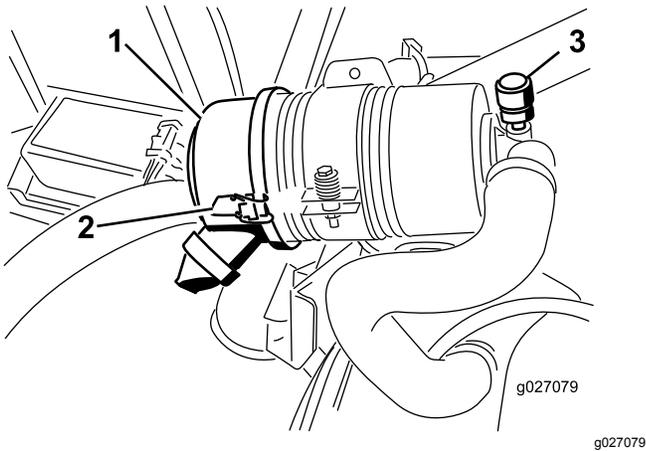

图52
仅在维护指示器要求时才维护空气滤清器滤芯图52。如果是在必须更换之前才更换空气滤清器只会增加灰尘在滤清器拆下时进入发动机的几率。
2. 松开将空气滤清器盖固定到空气滤清器壳体上的搭扣图52。